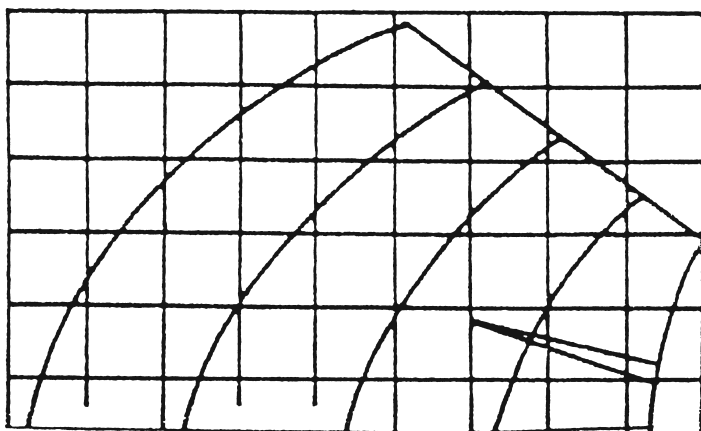

Рис. 792
- Для черчения лекала обратитесь к рис. 792. Имейте в виду, что распах вытачек — 1,5 см, а длина — 13 см.